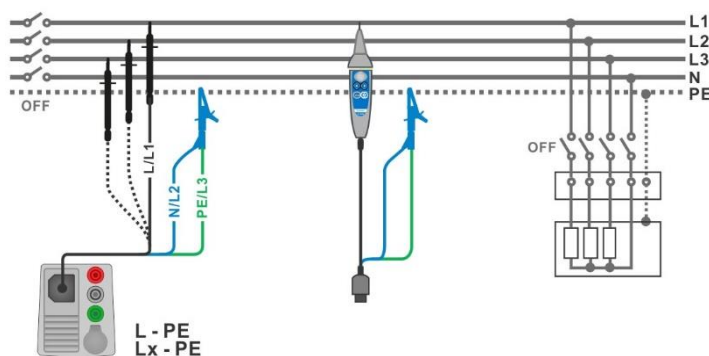
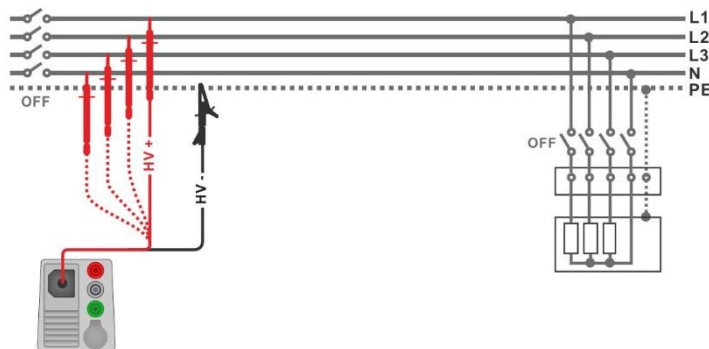

Figura 7.14: Conexión de una punta de prueba de tres hilos y la Punta Commander ($U_N \leq 1 \text{ kV}$)
Figura 7.15: Conexión de punta de prueba de 2,5 kV ($U_N = 2,5 \text{ kV}$)
- Conecte las puntas de prueba al objeto a prueba, vea la **Figura 7.14** y **Figura 7.15**. Debe utilizarse otro cable de prueba para las pruebas con tensión nominal $\leq U_N 1000 \text{ V}$ y $U_N = 2500 \text{ V}$. También utilizarse bornes de prueba diferentes. Se pueden usar la punta de prueba estándar de tres hilos, el cable de prueba schuko o el Enchufe / Punta Commander para la prueba de aislamiento con tensiones nominales de prueba de $\leq 1000\text{kV}$. Para la prueba de aislamiento de 2500 V , se debería usar la punta de prueba de $2,5 \text{ kV}$ de dos hilos.